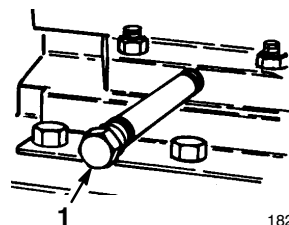

Figure 22
2. Nettoyez autour du bouchon de vidange d'huile (Fig. 22).
3. Placez le bac de vidange sous le tube de vidange, et retirez le bouchon (Fig. 22).